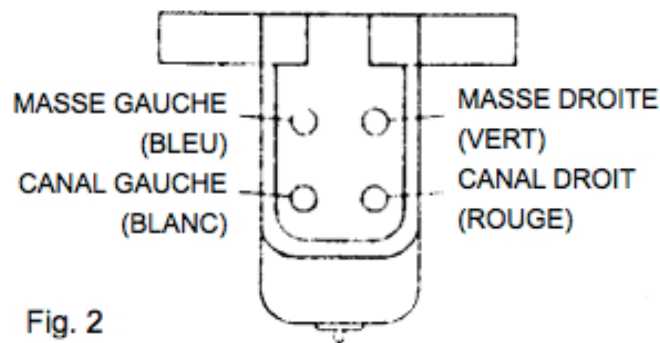

Fig. 2
(2) Connecteurs. Les broches de contact sont codées par couleur selon les normes internationales. Connectez les quatre fils aux broches correspondantes de la cellule (voir Fig. 2).